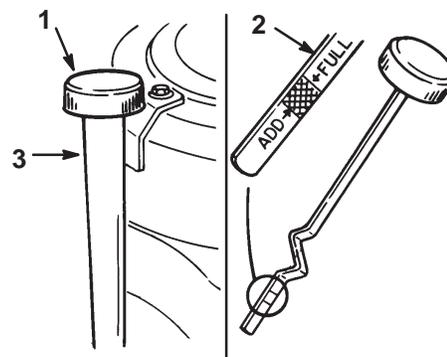

Figure 20
3. Nettoyer les abords de la jauge d'huile (Fig. 20) pour éviter l'introduction de saleté dans l'ouverture de remplissage, qui risquerait d'endommager le moteur.
4. Dévisser la jauge d'huile et bien essuyer l'extrémité métallique (Fig. 20).
5. Insérer la jauge à fond dans le goulot de remplissage, sans la visser (Fig. 20). Retirer la jauge et lire le niveau d'huile sur l'extrémité métallique. Si le niveau est bas, verser lentement de l'huile dans le goulot de remplissage, juste assez pour amener le niveau au repère du plein ("FULL").
7. Verser lentement environ 80% du volume d'huile spécifié dans le goulot de remplissage (Fig. 20), puis contrôler le niveau d'huile, voir Contrôle du niveau d'huile, page 27. Rajouter de l'huile lentement pour amener le niveau jusqu'au repère du plein ("FULL") sur la jauge.